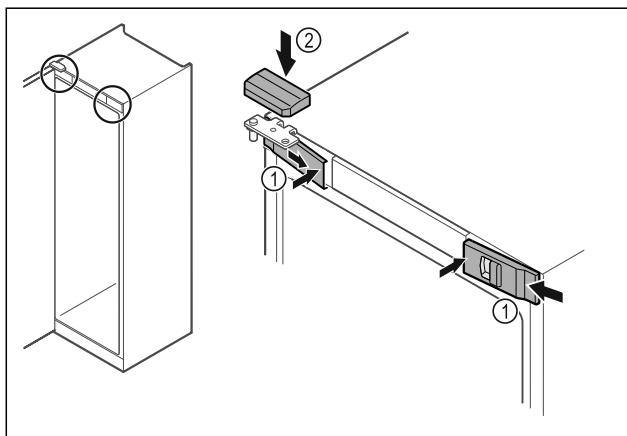

Fig. 44
- Aizkabinet sānos priekšējos pārsegus Fig. 44 (1) un iekšpusēnofiksējet.
- Nofiksējet augšējo pārsegu Fig. 44 (2) no augšpuses.